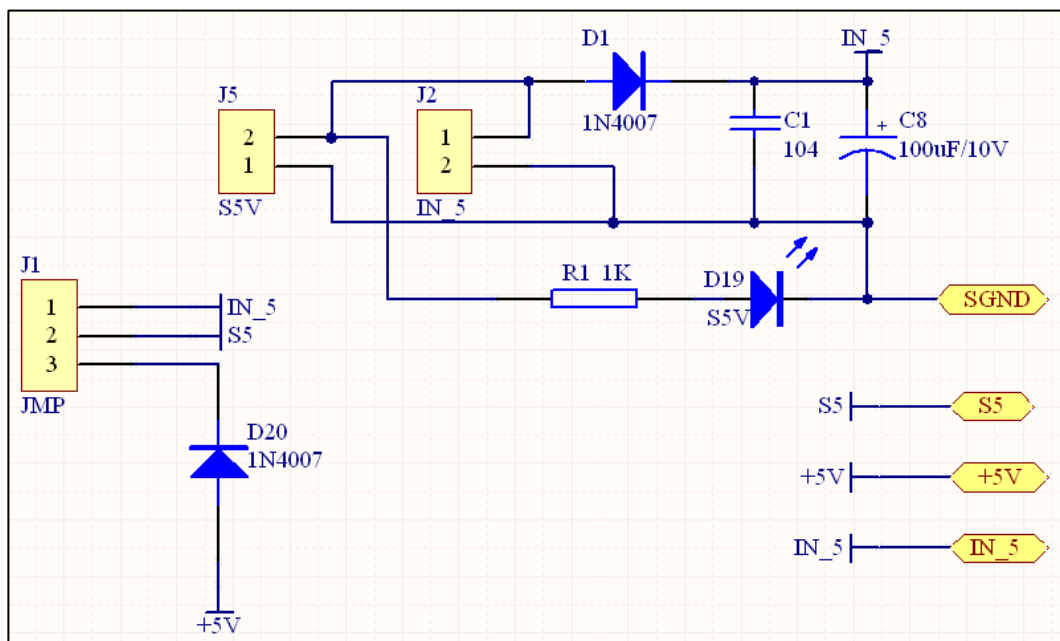

图11-22 放置端口的电路图
(5) 按步骤（4）放置端口:+5V、SGND、S5，这3个端口的 I/O Type都选择“Unspecified”。放置完端口的电路图如图 11-22所示。